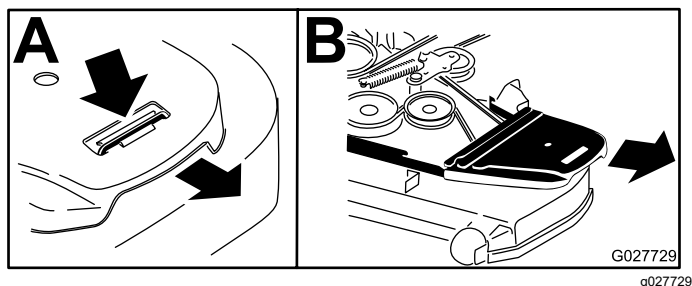

Figure 81
4. Déposez les protège-courroies (Figure 81).